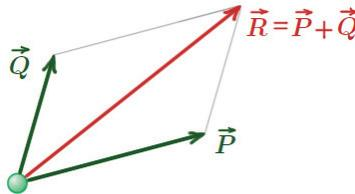

Figura 1.1: Ley del paralelogramo.
- **Ley del paralelogramo:** sean dos fuerzas que actúan sobre un cuerpo y cuyas líneas de acción se cortan en un punto (ver figura 1.1). Dichas fuerzas producen sobre el cuerpo el mismo efecto que una fuerza resultante, igual a la diagonal del paralelogramo formado por ambas fuerzas si se aplican en el punto de corte de sus líneas de acción.